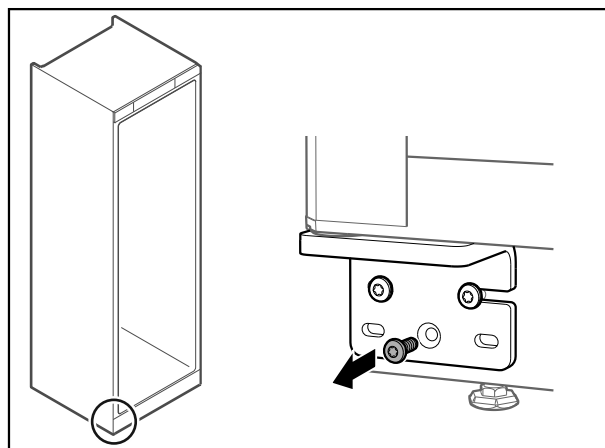

*Fig. 52*
- ▶ Akassza be oldalt az elülső burkolatokat *Fig. 52 (1)*, majd pattintsa be.
- ▶ Felülről pattintsa be a felső burkolatot *Fig. 52 (2)*.